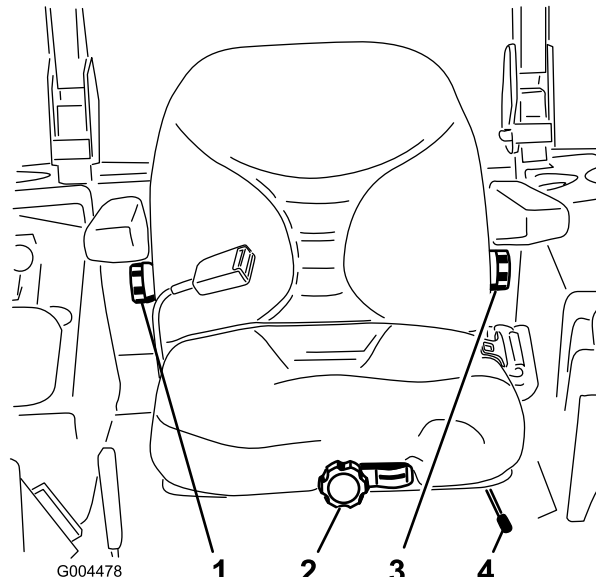

図 20
- 調整は、レバーを横に動かしてシートのロックを解除して行う(図20)。
運転席に座らずに、座席前部にあるノブを、オペレータの体重に合わせてセットします(図 20)。
調整は、右側アームレストの下にあるノブを回して行います(図 20)。
調整は、左側アームレストの下にあるノブを回して行います(図 20)。